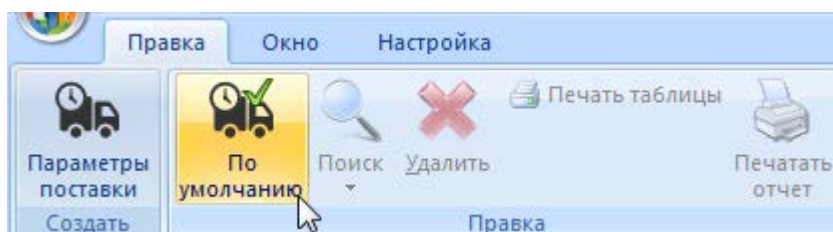

Рис. 9-72 – Вкладка «Правка»
8) После создания параметров поставки необходимо указать, какой из маршрутов будет использоваться по умолчанию. Для этого в окне связанных объектов выбрать поставку и нажать кнопку «По умолчанию» панели «Правка» (рис. 9-72).